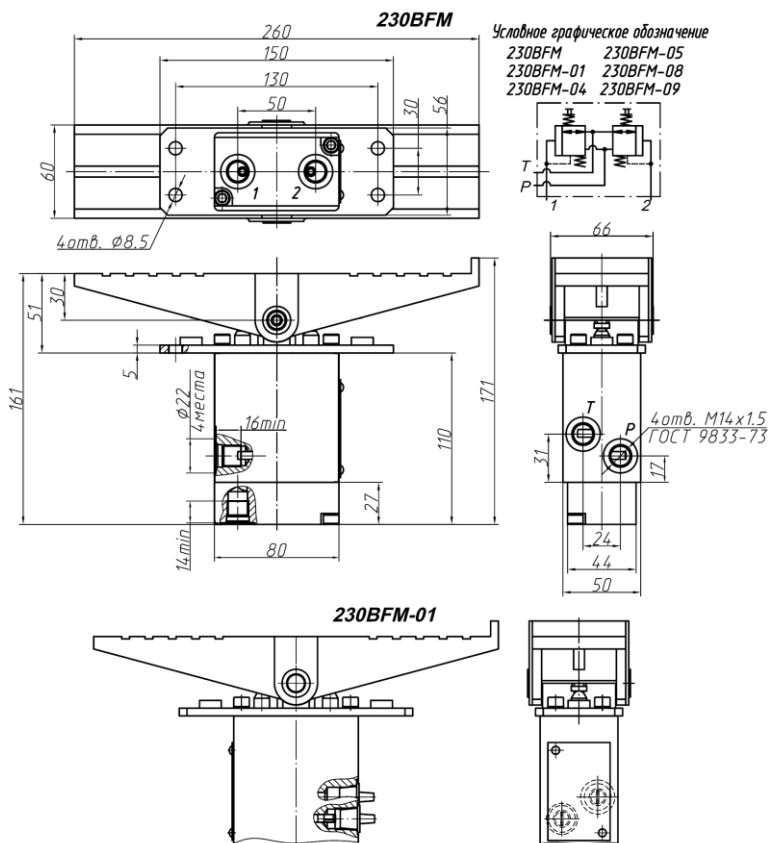

Рисунок 1 – Блок управления двухзолотниковый педальный 230BFM, блок управления 230BFM-01 с корпусом, развернутым на 180° по сравнению с вариантом 230BFM
1.5 Основные габаритные и присоединительные размеры блоков управления, гидравлическая схема, приведены на рис.1, технические характеристики блоков управления приведены в таблице 1.
1.7.2 В конструкции предусмотрены два отверстия для подвода питания «Р» и слива «Т», расположенные на боковой поверхности корпуса, рабочие отводы «1» и «2» расположены снизу в крышке (см. рис. 1).
Рисунок 5 – Блок управления 230BFM-04, 230BFM-06 с правой педалью и дополнительным рычагом; блок управления 230BFM-05, 230BFM-07 с правой педалью и дополнительным рычагом и корпусом, развернутым на 180° по сравнению с вариантом 230BFM-04 (остальное см. рис. 1)
Рисунок 6 – Блок управления 230BFM-08, 230BFM-10 с левой педалью и дополнительным рычагом; блок управления 230BFM-09, 230BFM-11 с левой педалью и дополнительным рычагом и корпусом, развернутым на 180° по сравнению с вариантом 230BFM-08 (остальное см. рис. 1 и 5)